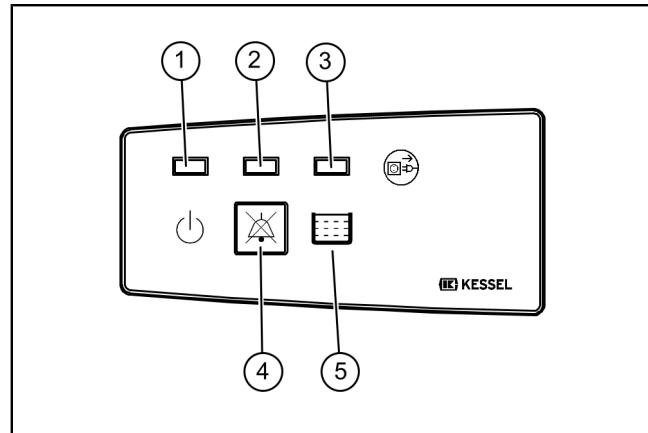

Abb. 7: Übersicht Anzeigen
Ist ein Zustand aufgetreten, der einen Alarm auslöst, leuchtet die Alarm-LED (2) und ggf. eine der anderen LEDs. Nach Beseitigung der Alarm-Ursache, kann der Alarm durch Drücken der Taste (5) quittiert werden (siehe "Abb. 7: Übersicht Anzeigen", Seite 20).